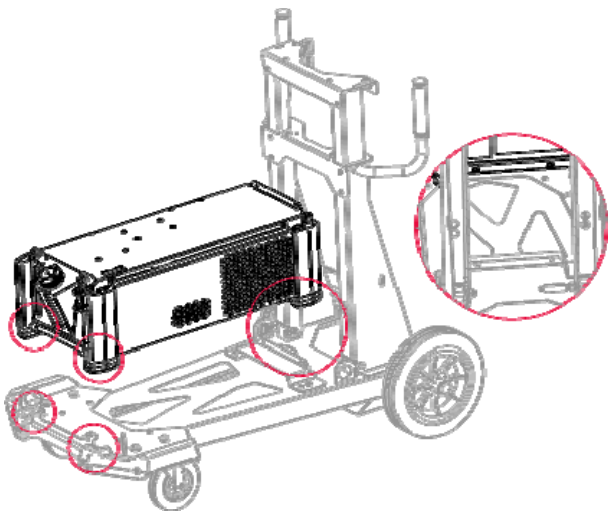

Bild 1
- Placera kylaren på en fyrhjulsvagn (bild 1).